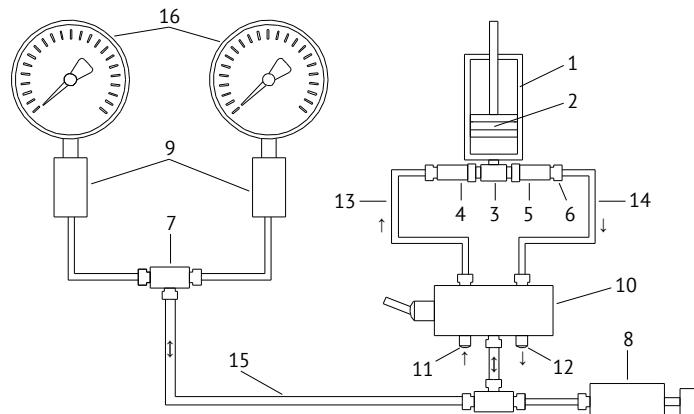

Рис. 2. Пневматическая схема ПУСК:
4.3.2 При движении поршня 2 (Рис. 2) вверх клапан 4 открывается и воздух через фильтр 11, переключатель 10, ветвь разряжения 13 и клапан 4 поступает в цилиндр 1. При движении поршня 2 вниз клапан 4 закрывается, а клапан 5 открывается и воздух из цилиндра через ветвь давления 14, переключатель 10 поступает в измерительную ветвь 15, создавая в ней избыточное давление. При последующем накачивании давление в измерительной ветви будет возрастать. Для уменьшения давления в измерительной ветви необходимо плавно приоткрыть регулируемый дроссель 8.